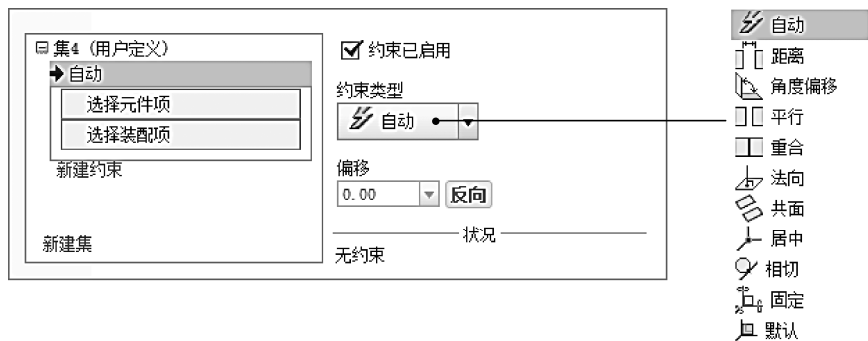

图 8-6 【放置】选项卡
- 【放置】选项卡：如图 8-6 所示，主要用于定义和修改装配零件之间的约束关系。面板左侧【集】定义栏用于新建、编辑、删除每对零件间的装配约束，面板右侧用于对当前的约束集的约束类型、约束参数、启用等进行设置。